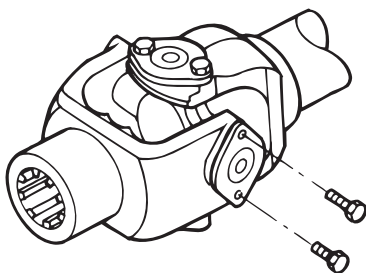

Figura 5.4
4. Alinee los orificios de las placas de cubierta y la oreja del yugo. Figura 5.4. Instale la placa de cubierta del rodamiento al nivel de la superficie fresada del yugo.